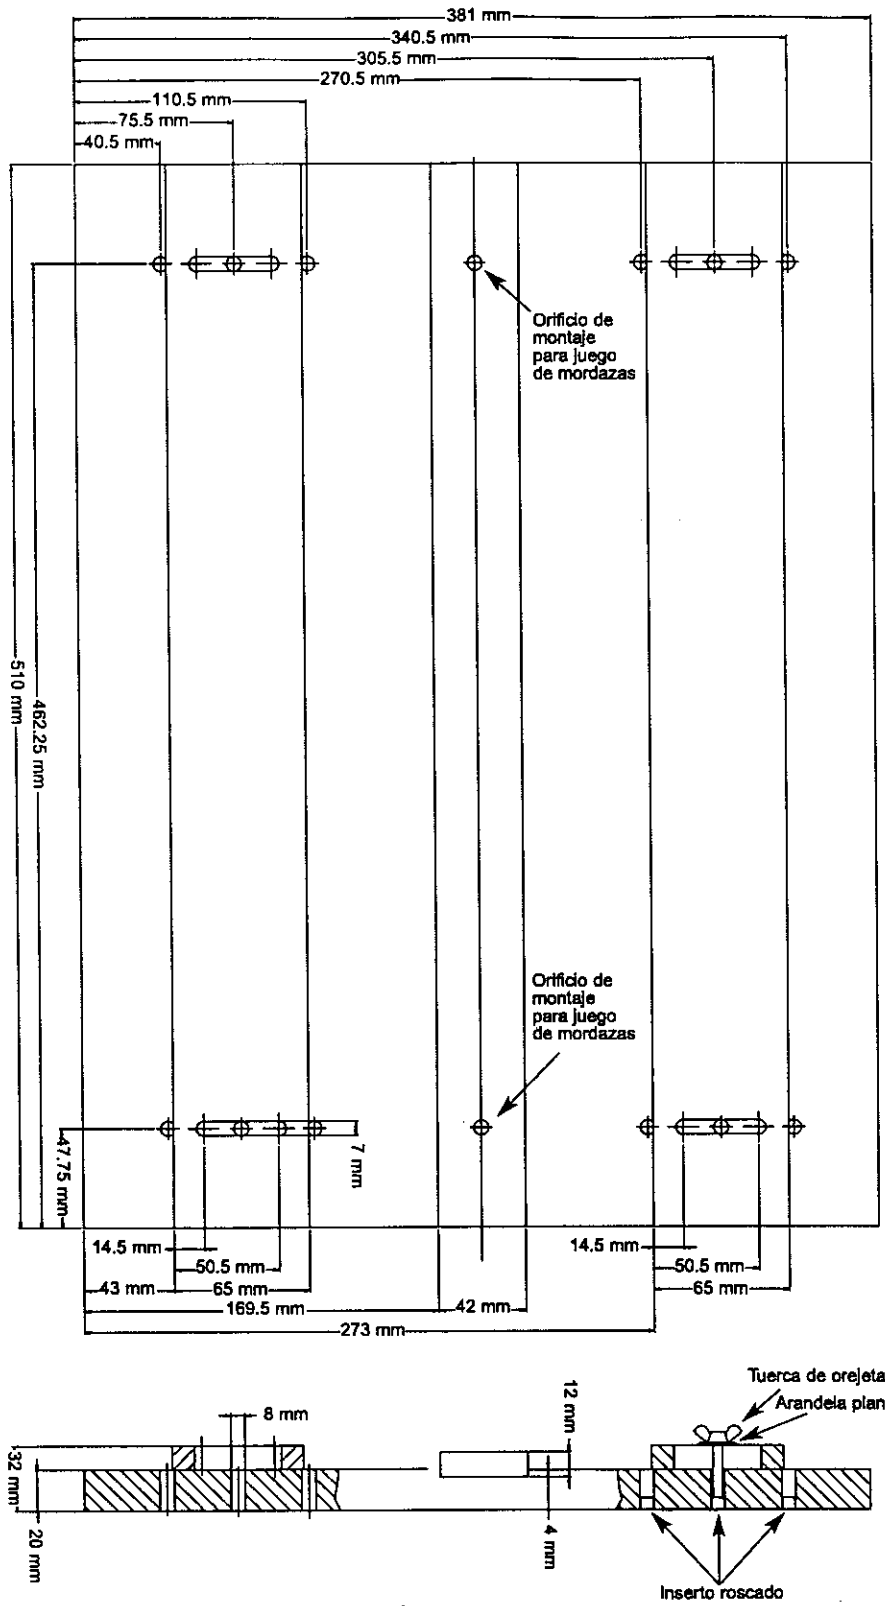

Figura 28 – Dimensiones para la Mesa Auxiliar y Rebordes Guía
- La Figura 28 en la página 38 muestra las dimensiones de la mesa auxiliar y los rebordes guía.